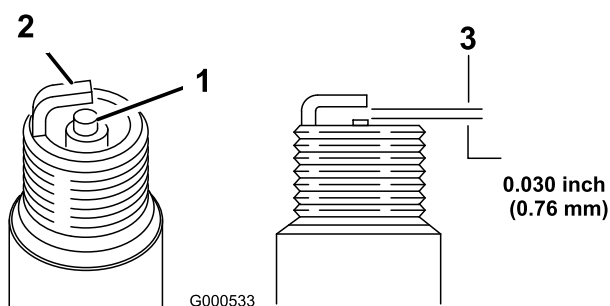

Figura 45
1. Mire la parte central de las bujías (Figura 45).
2. Compruebe la separación entre los electrodos central y lateral (Figura 45) y doble el electrodo lateral si la separación no es correcta.